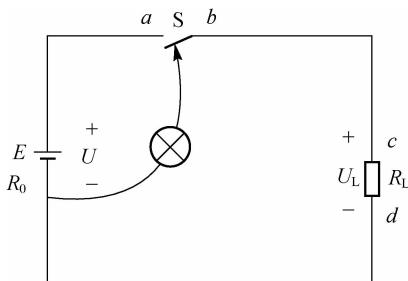

图 3-34 串联电路断路
(1)串联电路中的断路故障。如图 3-34 所示,串联电路中出现断路故障,导致整个电路都不导通。在汽车电路发生断路故障时,通常用试灯或万用表(直流电压挡)去寻找电路的断路点,将试灯一端接在电源负极,另一端依次触及电路接线点 a、b、c、d。若灯亮,则说明此接线点至电源正极间无断路;若灯不亮,则说明此接线点与前一接线点间有断路。用这种方法逐步缩小查找范围,直至找到断路点。